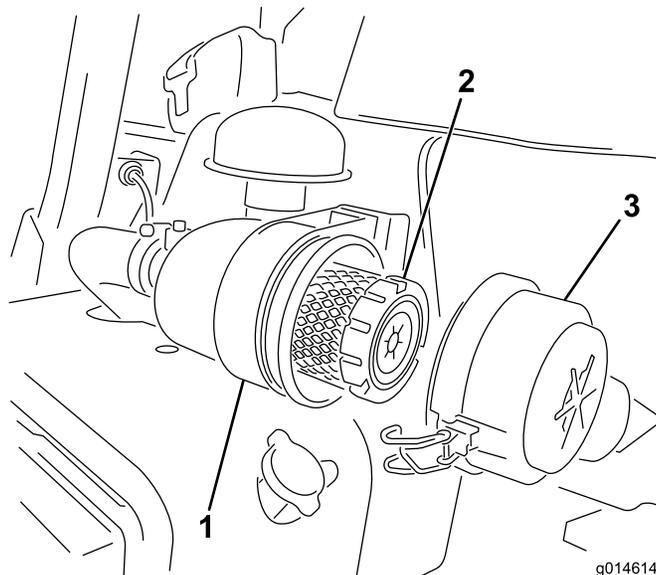

図 44
1. エアクリーナのカバーをボディに固定しているラッチを外す (図 44)。
6. ラッチをしっかりと掛ける（図 44）。